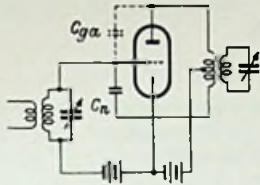

Bild 8. Neutralisation von c_{ga} bei einer Eintakt-Schaltung
b) Neutralisation. Man erzeugt eine gegen die Anodenwechselspannung um 180° phasenverschobene Spannung und führt diese über einen kleinen Kondensator (Neutralisationskondensator C_n) dem Gitter zu (Bild 8).